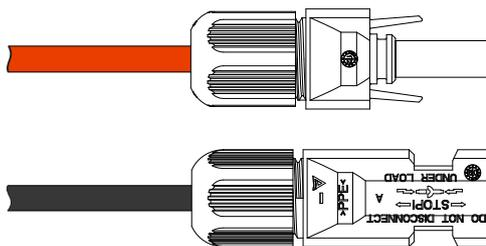

Figura 3-19 Ajuste de los pernos de sellado
Paso 4 Apriete los pernos de sellado del conector positivo y del conector negativo a las capas aislantes correspondientes respectivamente, como se muestra en la Figura 3-19.